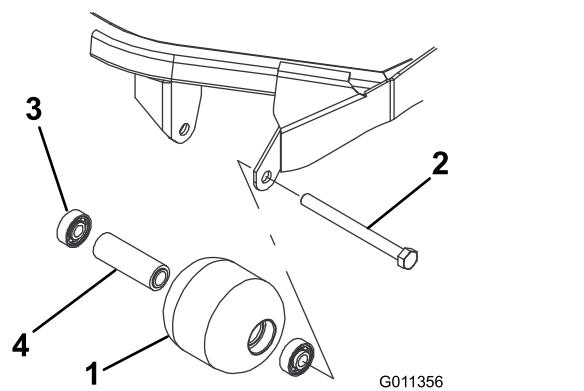

Figure 103
1. Retirez le boulon de fixation du galet (Figure 103).
4. Vérifiez l'état du logement de roulements, des roulements et de la douille d'écartement (Figure 103) Remplacez tout composant endommagé et procédez au remontage.
1. Enfoncez le premier roulement dans le logement à la presse (Figure 103). Exercez la pression uniquement sur la bague extérieure ou uniformément sur les bagues intérieure et extérieure.
2. Insérez l'entretoise (Figure 103).
3. Enfoncez le second roulement dans le logement à la presse (Figure 103). Exercez une pression uniforme sur les bagues intérieure et extérieure jusqu'à ce que la bague intérieure rencontre la douille d'écartement.